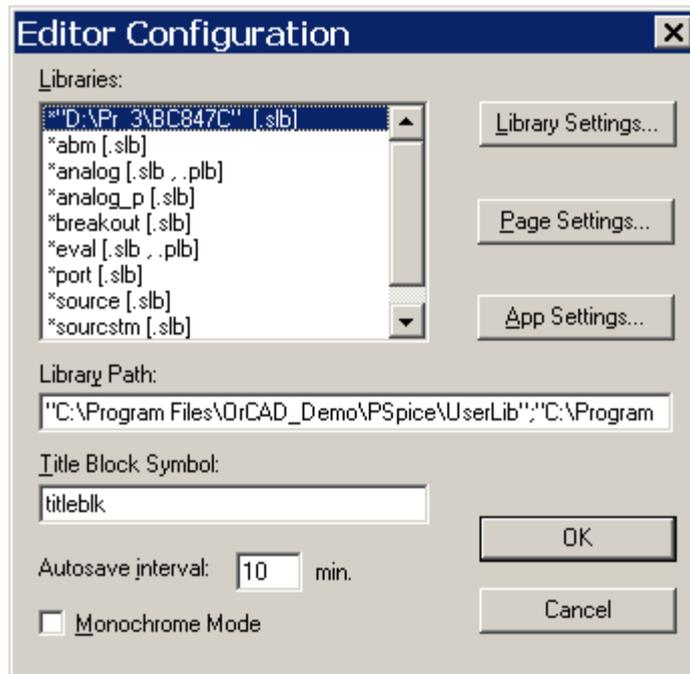
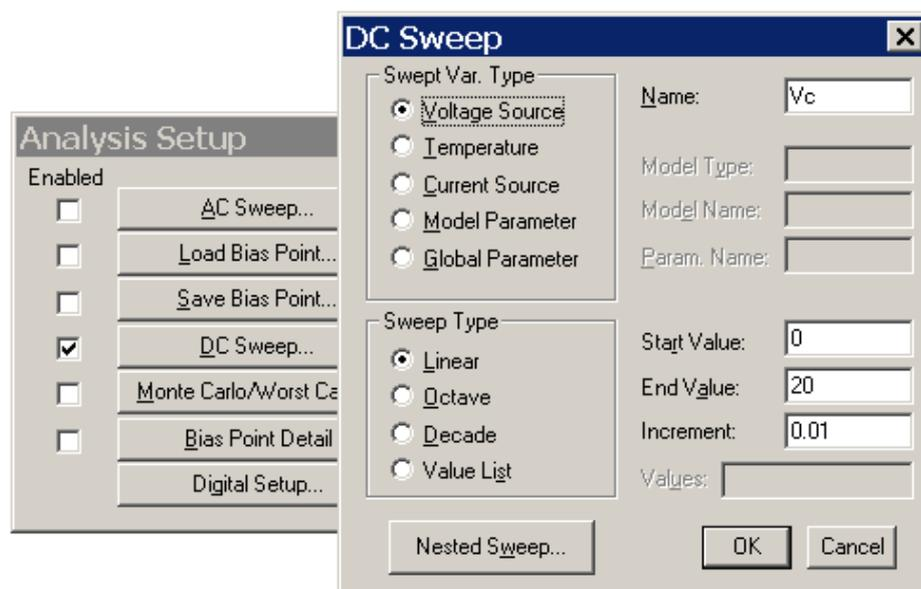

Рисунок 4.14 – Проверка библиотеки символов компонентов
Рисунок 4.15 – Выбор типа анализа и настройка основной переменной
Проверка подключения библиотеки символов осуществляется через меню **Options > Editor Configurations**, окно **рис. 4.14**. Если имени библиотеки символов нет в поле **Libraries**, ее подключают с помощью окна **рис. 4.15**, вызываемом нажатием кнопки **Library Settings** в окне **рис. 4.14**.
4.5.2 Выбрать тип анализа DC Sweep (рис. 4.15).